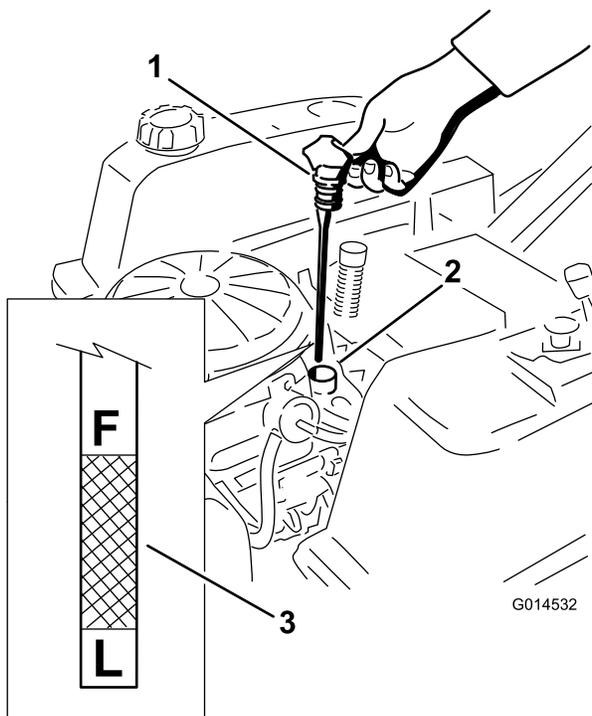
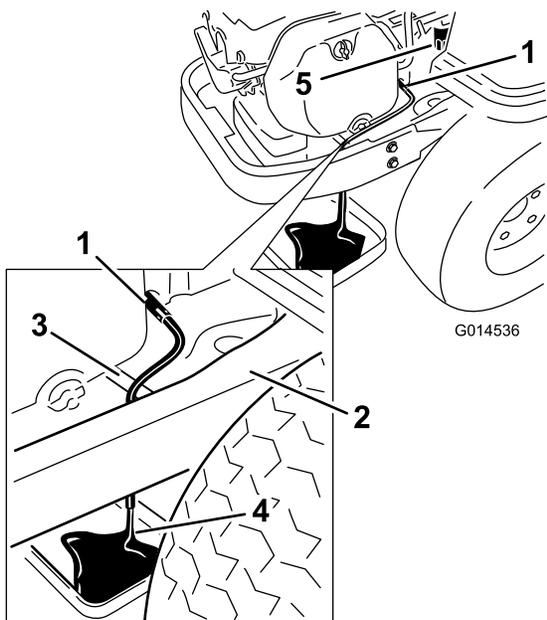

Figure 29
Figure 31
4. Enlevez le bouchon de remplissage/la jauge de niveau d'huile et essuyez-la sur un chiffon. Remettez la jauge en place en l'enfonçant au maximum (Figure 29).
5. Sortez de nouveau la jauge et vérifiez le niveau d'huile. (Figure 29).
7. Placez un bac de vidange sous la machine, juste sous le flexible de vidange, comme illustré à la Figure 31.
8. Tournez le robinet de vidange d'huile de 1/4 de tour dans le sens antihoraire pour l'ouvrir et permettre à l'huile de s'écouler (Figure 31). Enlevez le bouchon de remplissage/la jauge (Figure 29).
10. Enlevez le filtre usagé et essuyez le socle de montage (Figure 31).
11. Fermez le robinet quand la vidange d'huile est terminée. Enlevez le flexible de vidange et essuyez les coulées d'huile sur le châssis (Figure 31).
15. Versez avec précaution environ 80% de la quantité d'huile spécifiée dans le goulot de remplissage (Figure 29)
16. Remettez fermement en place le bouchon de remplissage/la jauge d'huile (Figure 29).
17. Vérifiez le niveau d'huile (Figure 29) (voir Contrôle du niveau d'huile).
19. Remettez fermement en place le bouchon de remplissage/la jauge d'huile (Figure 29).